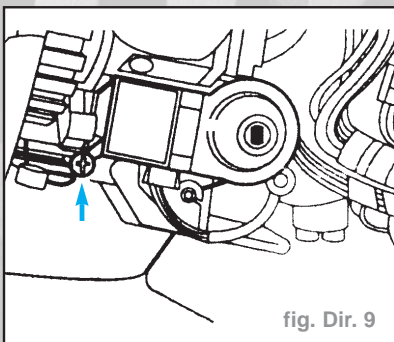

fig. Dir. 9
- Déposer l'ensemble émetteur-récepteur du dispositif antivol passif (PATS) (fig. Dir. 9).